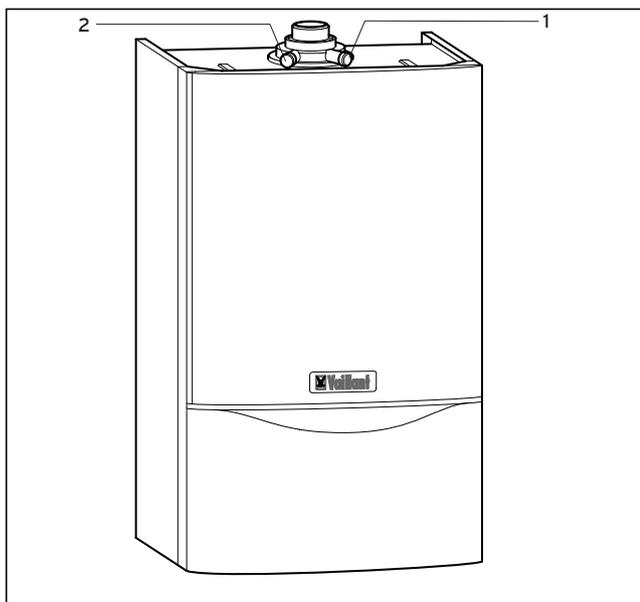

Fig. 3.11 Analisi di combustione (sull'apparecchio)
- Effettuare le misurazioni nel condotto fumi sul bocchettone di controllo (1) (fig. 3.11). Effettuare le misurazioni nel condotto aria sul bocchettone di controllo (2).